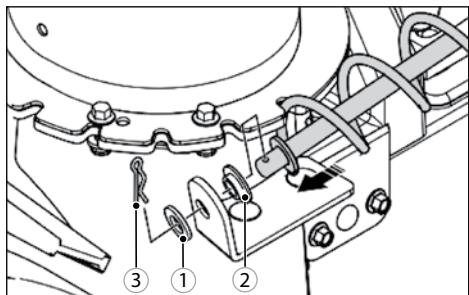

Рис. 16
3. Установите ручку поворота желоба с помощью стопорного кольца 1, посадочной втулки 2 и шплинта 3 (рис. 16).
Вращая рукоятки изменения направления выброса 1 (рис. 16) или рукоятку поворота щетки 4 (рис. 1a), установите желаемое направление щетки/выброса снега.